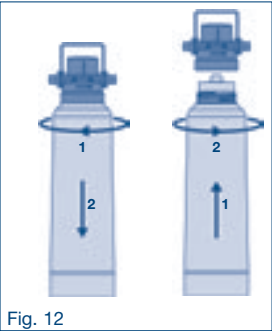

Fig. 12
- 2. Ruotare la cartuccia filtrante in senso orario dal coperchio del filtro (vedi Fig. 12).
- 4. Installare una nuova cartuccia filtrante come descritto nel capitolo 6.8 (vedi Fig. 12).